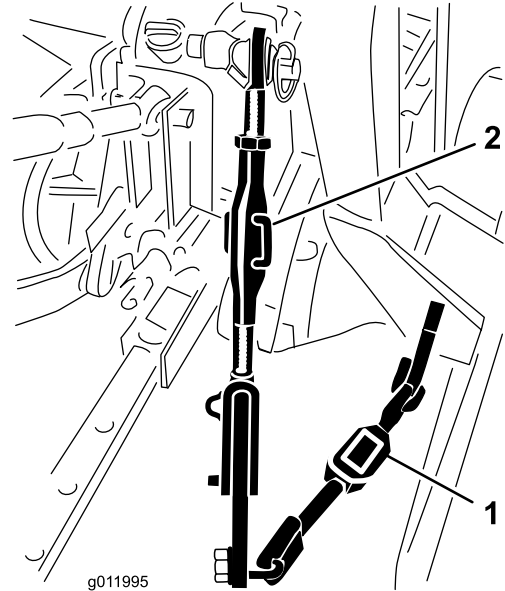

図 7
1. 下リンクを機械内側に向けて調整して、プロアの取り付け板に接触させる 図 7。
2. 調整リンクボディが付いている場合は、これでリンクアームの上下調整を行ってプロアを左右水平にする 図 7。